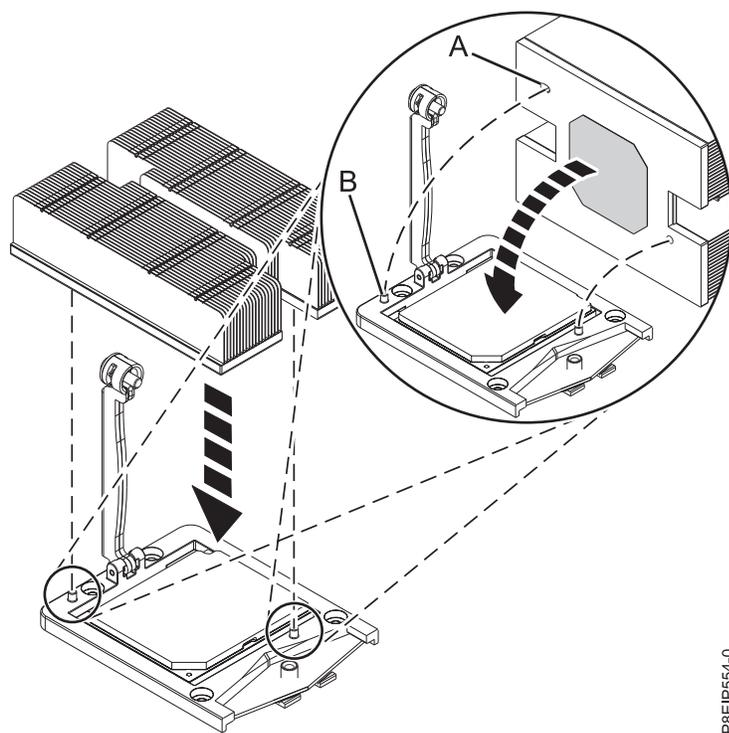

Figura 38. Instalación del disipador térmico
10. Mueva el disipador térmico del procesador al procesador. Baje con cuidado el disipador térmico sobre el módulo del procesador del sistema, asegurándose de que los orificios (A) del disipador térmico se alineen con los dos pivotes de guía (B) del receptáculo, como se muestra en la Figura 38.